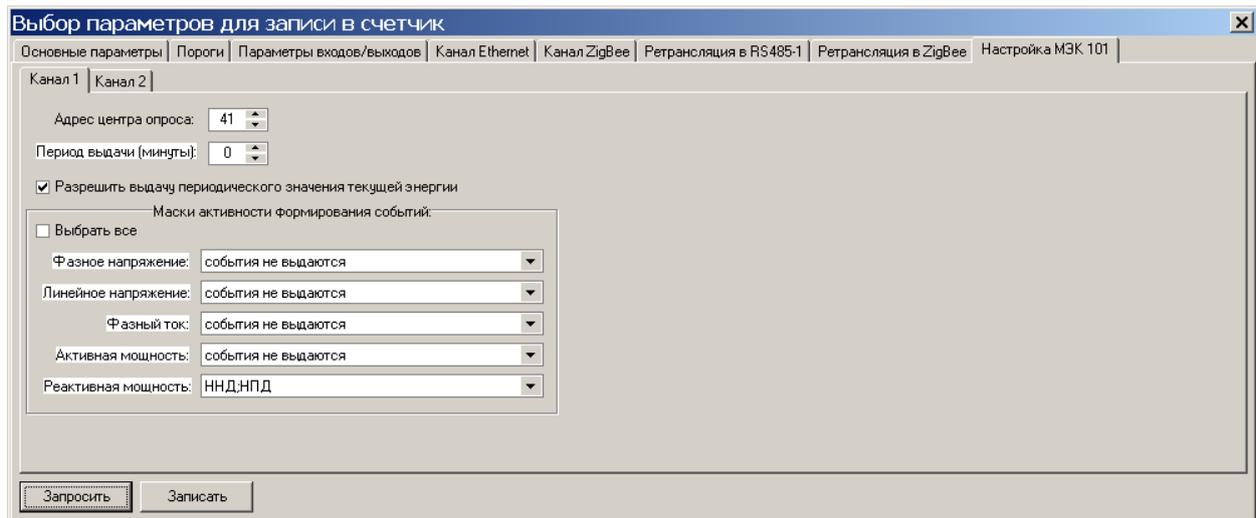

Рисунок 3.21
3.3.4.11 Вкладка *Настройка МЭК 101* (рисунок 3.21) отображается при работе со счетчиком МИР С-03, поддерживающим работу по протоколу ГОСТ Р МЭК 60870-5-101-2006.